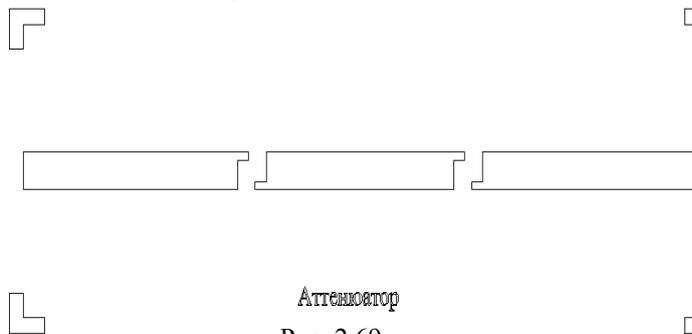

Рис. 2.69
- Сделайте активным окно топологии схемы и выберите в меню **Layout>Export**. Выберите тип файла **DXF(DXF Flat, *.dxf)** и нажмите **Сохранить**. Топология в AutoCAD будет выглядеть, как показано на рис. 2.69.